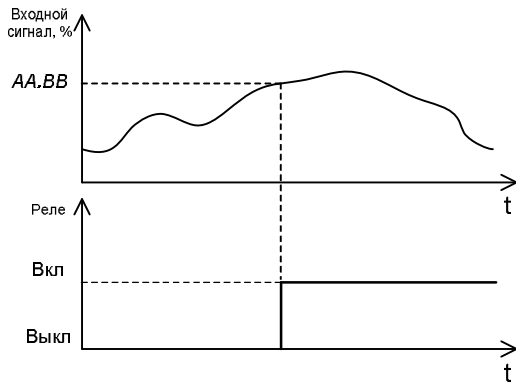

Рисунок 4 – Прямая функция с защелкой
F.3	Прямая функция компаратора с функцией защелки, см. рисунок 4